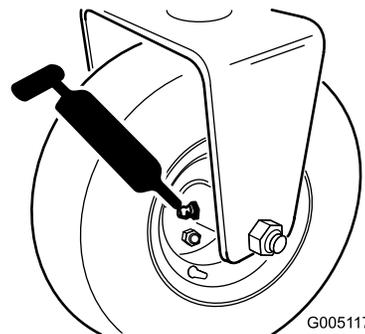

图28
- 后滚筒毂组件或如果配备了 3 轮驱动套件后轮滚筒门锁和外部滚珠轴承 1 个 图28